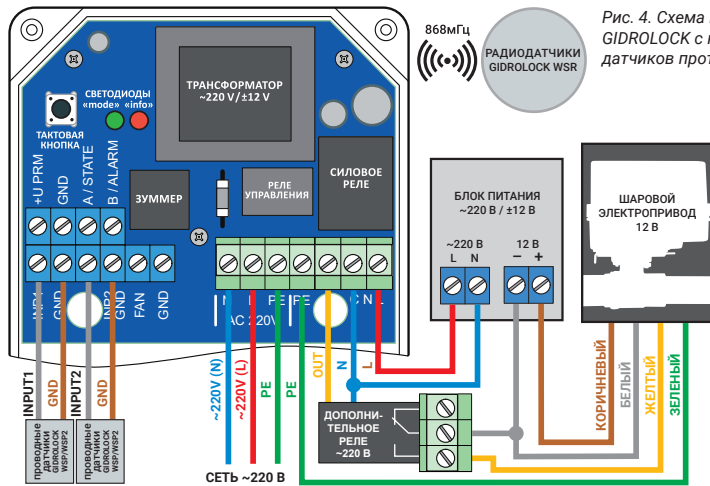

Рис. 4. Схема подключения шарового электропривода GIDROLOCK с напряжением питания 12 В и проводных датчиков протечки воды GIDROLOCK WSP или WSP2.
5.4 Схема подключения шарового электропривода GIDROLOCK с напряжением питания 12В приведена на рис. 4. В этом случае необходимо использовать внешний блок питания (адаптер) $\sim 220\text{ В} \pm 12\text{ В}$.